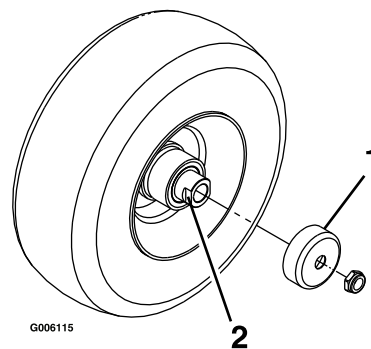

Bild 47
4. Entfernen Sie die Dichtungsabdeckungen von der Radnabe (Bild 47).